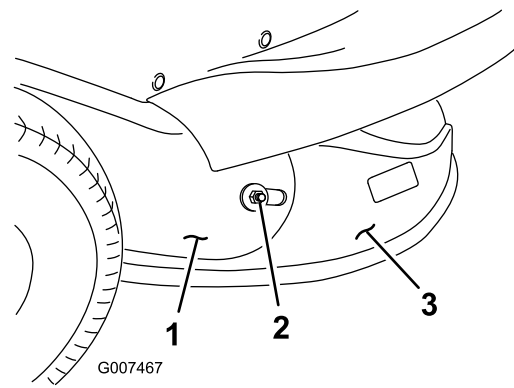

Figura 18
8. Togliete il dado e la rondella esterna che fissano la guida di scarico al tubo di scarico (Figura 18).
14. Montate il dado e la rondella esterna che fissano la guida di scarico al tubo di scarico (Figura 18).